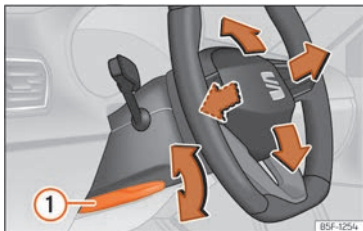

Fig. 62 Palanca a la part inferior del lateral esquerre de la columna de direcció.
• Estireu la palanca »» fig. 62 ① cap avall, moveu el volant fins a la posició desitjada i torneu a apujar la palanca fins al punt de tancament.
• Després d'ajustar la columna de la direcció, empenyeu fermament la palanca »» fig. 62 ① cap amunt perquè el volant no canviï de posició accidentalment durant la marxa.